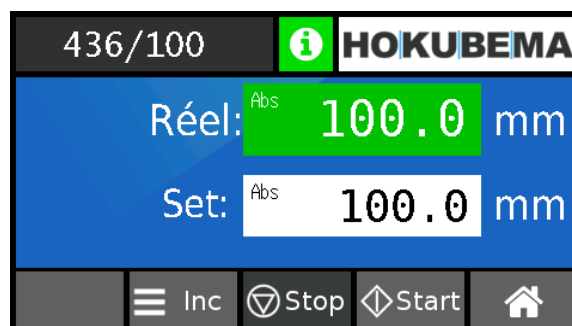

Figure 29 : position atteinte en mode absolu
- Le champ « **Réel** » passe au vert dès que la position cible « **Set** » est atteinte (⇒ Figure 29).